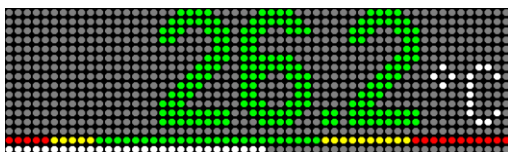

Рисунок 2.20 – Фиксированный цвет графической шкалы
- фиксированный цвет не зависимо от текущего состояния (Рисунок 2.20);